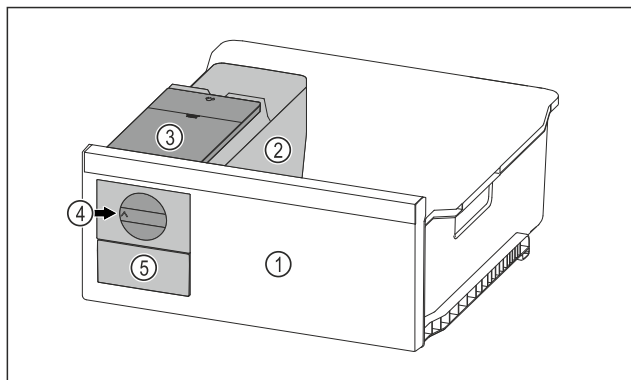

Fig. 41 Representación a modo de ejemplo
- ▶ Girar el botón giratorio Fig. 41 (4) en el sentido de las agujas del reloj hasta el tope.
▷ Los cubitos de hielo caen de la cubitera al compartimento de cubitos de hielo Fig. 41 (5).